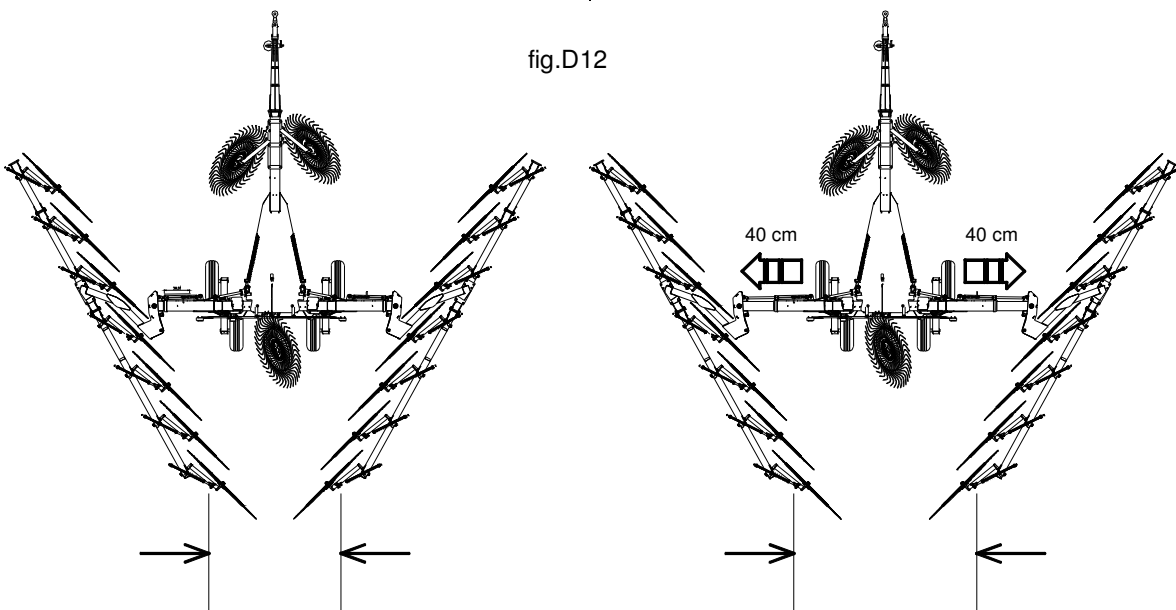

fig.D12
- **Withdraw width:** its formation (or width) can be modified by performing the telescopic extension of the mobile frames (fig.D12), leaving however
(fig.D12), lasciando comunque invariata l'inclinazione delle stelle rispetto alla direzione di avanzamento del trattore.